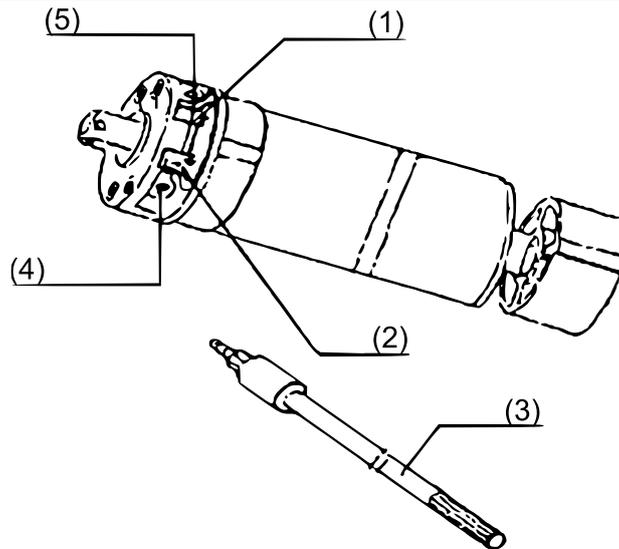

Fig. 12
1. Placez l'adaptateur d'arbre (4) sur le moteur du volet roulant (3) et mesurez la distance entre l'adaptateur et la couronne (2) avant de les insérer ensemble tous les deux dans l'arbre du volet roulant (5). Assurez-vous que l'adaptateur de l'arbre se trouve à l'intérieur de l'arbre.
2. Mesurez la distance entre l'adaptateur de l'arbre (4) et l'extrémité de l'arbre du volet roulant (5) pour éviter tout dommage éventuel lors du montage.
3. Insérez la capsule du rouleau (7) dans l'extrémité dégagée de l'arbre du volet roulant (5) et prenez toutes les mesures nécessaires avant de fixer la capsule avec des vis d'une longueur maximale de 1 cm.
4. Fixez le support du moteur (1) et le support de la capsule du rouleau (8) de manière à ce que l'arbre du volet roulant (5) soit en équilibre après la fixation.
5. Fixez maintenant l'arbre du volet roulant (5) sur les supports afin d'avoir accès aux vis de réglage du moteur (fig. 12).
7. Fixez maintenant le tablier du rouleau (6) sur l'arbre du volet roulant (5) en attachant les ressorts de suspension à l'arbre du volet roulant. Assurez-vous que les ressorts sont bien fixés et qu'il n'y a pas de jeu lorsque le rideau est déroulé.
8. Soulevez maintenant le tablier du rouleau (6) à l'aide de l'élément de réglage jusqu'à ce que le moteur s'arrête automatiquement. Utilisez un tournevis pour régler manuellement la position finale supérieure du store à l'aide de la vis de réglage inférieure (fig. 12).